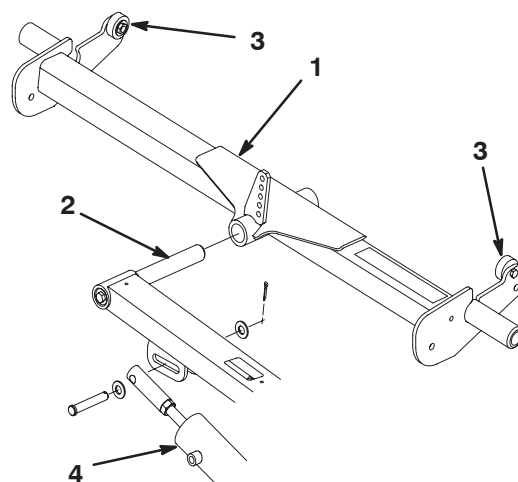

Figure 4
1. Glissez le bâti porteur arrière sur la tige de pivot du bras de relevage arrière (Fig. 4). **Ne fixez pas** le bâti porteur au plateau de coupe à ce stade.
3. Appuyez sur l'une des extrémités du bâti porteur jusqu'à ce que la butée supérieure opposée touche le dessous du marchepied (Fig. 4). Il doit exister un écart de 6 mm entre la butée supérieure et le dessous du marchepied à l'extrémité sur laquelle vous appuyez. Si ce n'est pas le cas, un réglage du vérin de relevage s'impose. Si l'écart est correct, déposez le bâti porteur et poursuivez l'installation.
- A. Retirez l'axe de chape qui fixe l'extrémité de la tige du vérin au bras de relevage (Fig. 4).
- D. Serrez l'écrou hexagonal et accouplez l'extrémité de la tige du vérin au bras de relevage (Fig. 4).